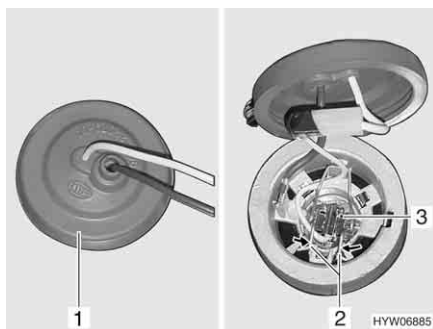

Fig. 275 Faro antiniebla
- Introducir la mano detrás de la luz antiniebla y sacar la caperuza de goma (Fig. 275,1) de la caja de la luz.
- Oprimir el arco metálico (Fig. 275,2) y bascularlo hacia fuera del soporte.
- Sacar la bombilla (Fig. 275,3) con el cable de la caja de la luz.